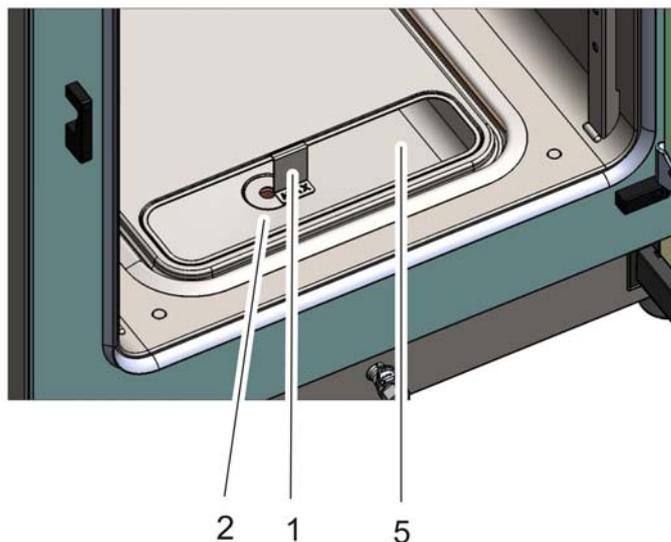

Figura 5-4. Indicador del nivel de llenado «MÁX»
5. La cantidad de llenado no debe sobrepasar la marca de nivel «MÁX» (1/Figura 5-4). El depósito de agua (5/Figura 5-4) tiene una capacidad máxima de 3 l.